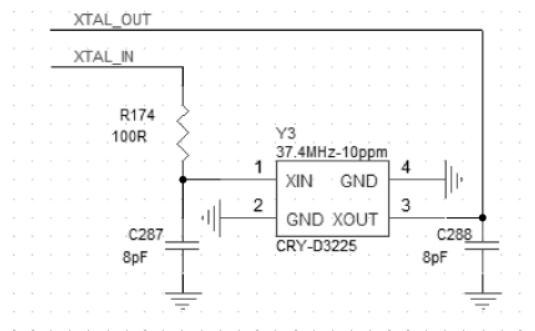

图 15-42 晶振的选择
(2) 请注意 WIFI 要选择 ESR 小于 60ohm、频偏误差小于 20ppm 的晶振。对于晶振的匹配电容，请根据晶振规格选择合适的电容值，避免频偏太大而出现的工作异常（如热点数较少等），如图 15-42 所示。